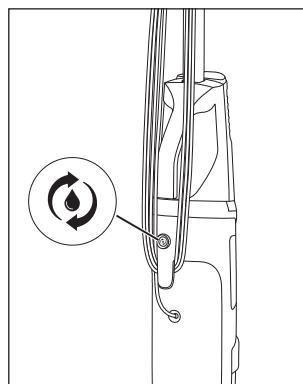

Fig. 32
- ♦ Appuyez sur l'interrupteur autonettoyage **19** (voir fig. 32).